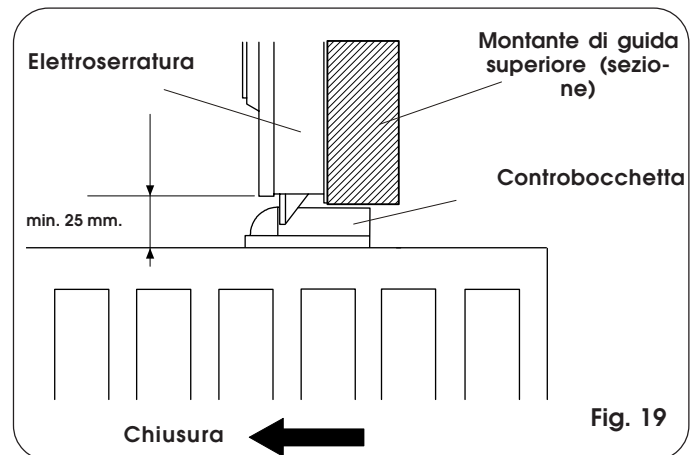

Fig. 19
- Assicurarsi che lo spazio libero tra il bordo inferiore del montante di guida e il bordo superiore del cancello sia sufficiente al fissaggio della controbocchetta e consenta il funzionamento corretto del catenaccio (vedi fig. 19).